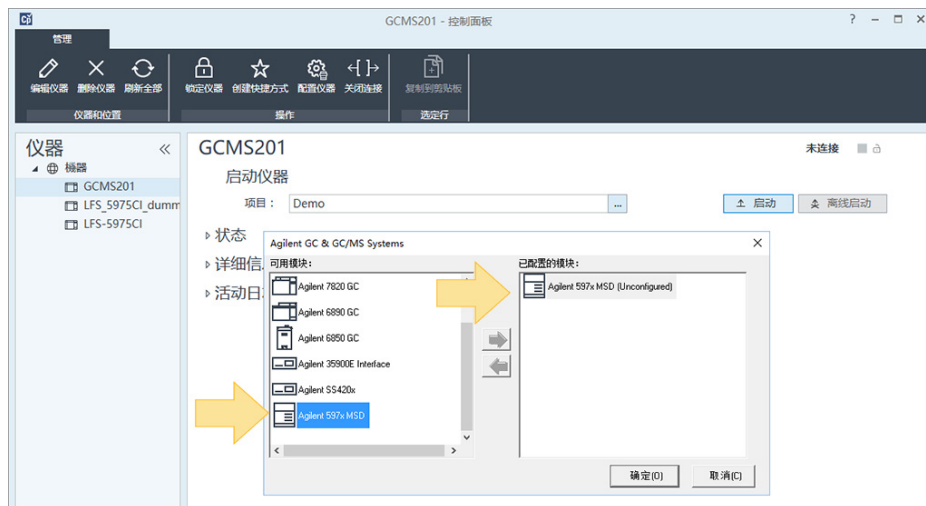
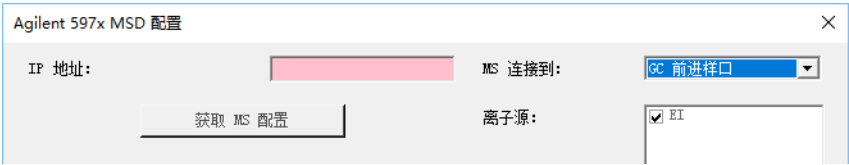

图 2 配置仪器控制面板
图 3 配置框
- 4 双击 **Agilent 597x MSD**，然后双击 **Agilent 597x MSD（未配置）**。（请参见图 2。）随即显示配置框。（请参见图 3（第 10 页）。）